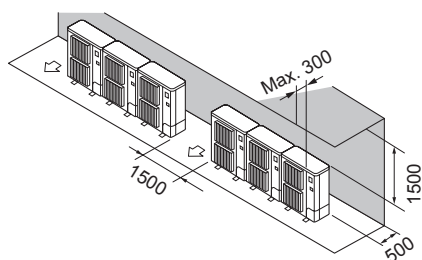

Fig. 2-13
- ② Enbart hinder på baksidan och ovsidan (Fig. 2-13)